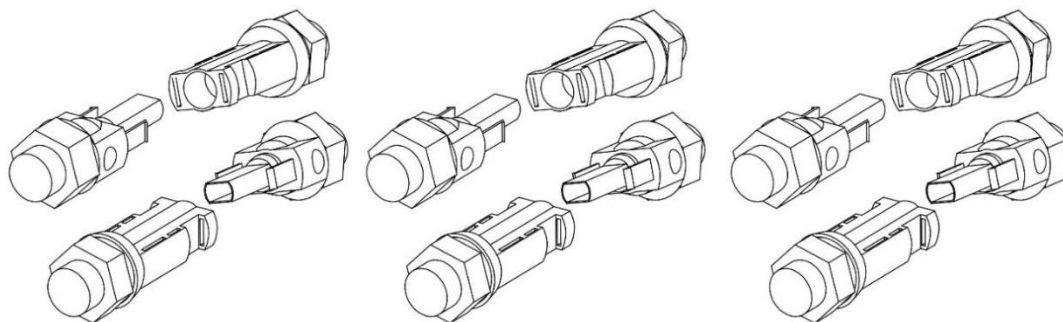

Figura 2.15 O conector DC é inserido na entrada positiva e negativa do equipamento inversor híbrido.
4.Finalmente, insira o conector DC fotovoltaico na entrada positiva e negativa do inversor híbrido, conforme mostrado na figura 2.15.